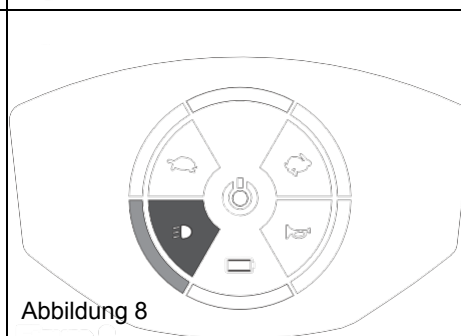

Abbildung 8
- Durch einmaliges Drücken der Taste [] schalten Sie den Scheinwerfer und das Rücklicht ein. Die Taste [] im Bedienfeld leuchtet. Im Bedienfeld leuchtet ein Licht (Abbildung 8).
- Durch erneutes Drücken der Taste schalten Sie Scheinwerfer und Rücklicht wieder aus. Die Taste [] im Bedienfeld erlischt (Abbildung 8).